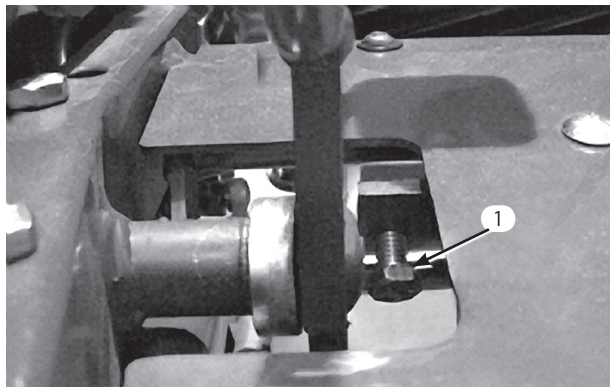

図53
1. ペダルロックのキャップスクリューのジャムナット (図53) をゆるめる。